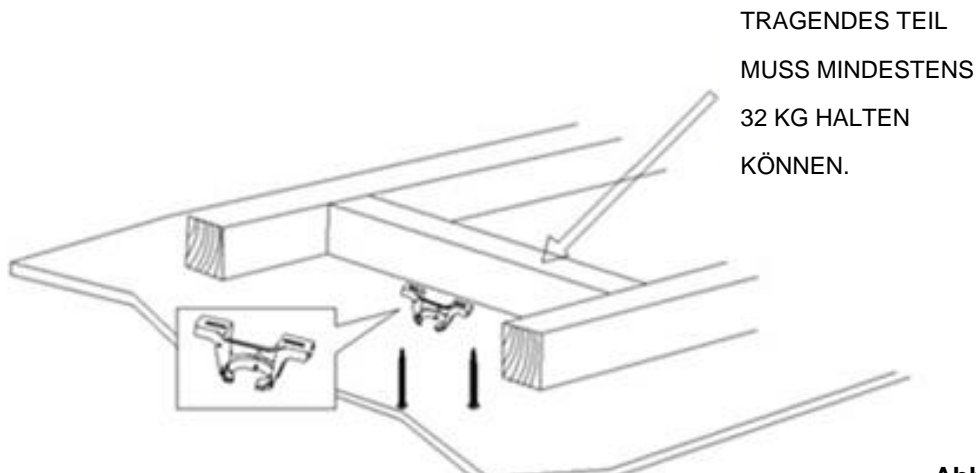

Abb. 2
- Mit den beiden langen Schrauben aus dem Lieferumfang die Aufhängung an einen Träger oder Balken anschrauben, der mit mindestens 32 kg belastet werden kann. Stellen Sie sicher, dass mindestens 30 mm der Schraube in das tragende Bauteil eingeschraubt sind. (Abb. 2)